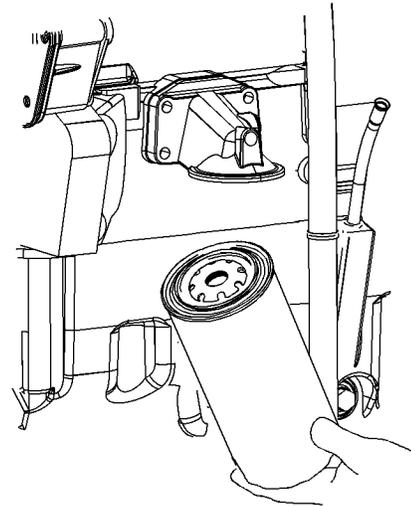

Abbildung 33
Anmerkung: Einige Ölfilter können vertikal eingebaut werden. Siehe Abbildung 33. Zum Aus- und Einbau des Ölfilters bei Schritt (1) beginnen.